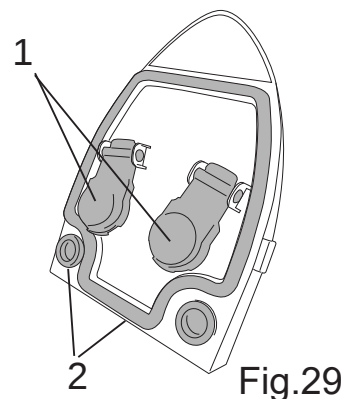

Fig.29
- Draai het deksel om en controleer of de vlotters vrij kunnen bewegen (Fig.29-Ref.1).
- Reinig de pakkingen met een vochtige doek (Fig.29-Ref.2).